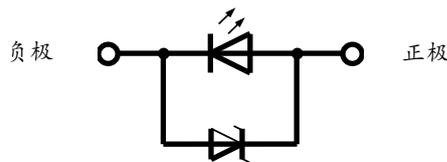

图 12. LED 内部电路图(例)
- No.7 的 NFSA172C (橙色) 在负向上发生了电动势。这是 LED 中内藏的保护器件 (齐纳二极管) 发生的电动势。橙色 LED 因为荧光体浓度较高, 大部分射入的光不会直接到达芯片, 而是根据荧光体颜色被转换为黄、红等颜色的光。No.7 使用了蓝色芯片, 因为黄、红色光的能量比芯片低, 所以芯片不会发生电动势。而 No.7 中内藏的保护器件的禁带宽度较窄, 所以即使是黄、红色的光也会使其发生电动势。另外如图 12 所示, 保护器件和芯片的极性反向连接, 所以保护器件的电动势是在和芯片的相反方向上发生。另外虽然 No.2 的 NCSA170F 也和 No.7 相同, 是内藏有保护器件的橙色 LED, 但是 No.2 在构造上保护器件被反射材料覆盖, 不会暴露在光照下, 所以不会发生负向上的电动势。